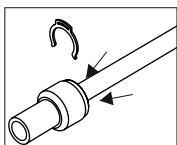

Abb. 2
- 2) Ziehen Sie symmetrisch den Kupplungsflansch des Schnellspanners (Abb. 2) an.